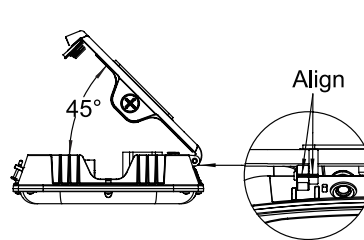

Fig. 3
3. Ajuster le boîtier avant et le couvercle arrière pour former un angle de 45° en alignant les repères sur les charnières (Fig. 3).